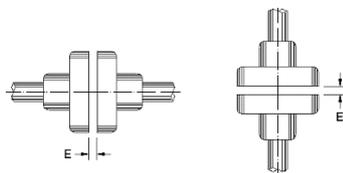

Figure 4.13: Jeu axial de l'accouplement (E)
Aligner soigneusement les extrémités des arbres et utiliser si possible un accouplement élastique, en laissant un jeu minimal (E) de 3 mm entre les accouplements, comme indiqué sur la Figure 4.13.